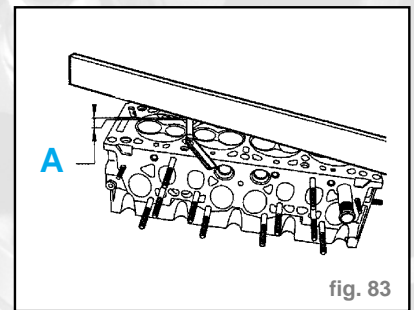

fig. 83
- Contrôler la planéité de la culasse à l'aide d'un jeu de cales et d'une règle au 50ème (fig. 83).